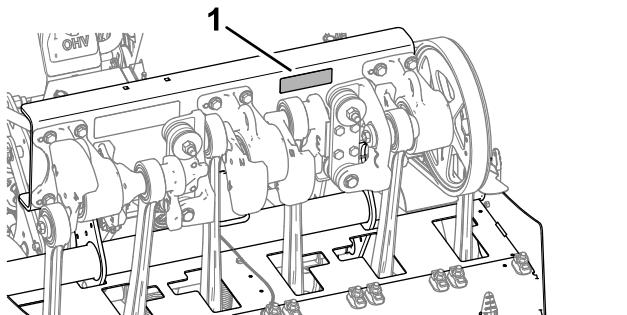

Bild 182
3. Prüfen Sie die Befestigungen des Aerifizierkopfs, des Griffes und der Radmuttern und stellen Sie sicher, dass der richtige Drehmoment beibehalten wird. Die Anforderungen an das Anzugsdrehmoment der Befestigungselemente sind auf dem Aufkleber mit dem Anzugsdrehmoment der Schrauben aufgeführt, der sich auf dem Trägerkanal des Aerifizierkopfs befindet (**Bild 182**).